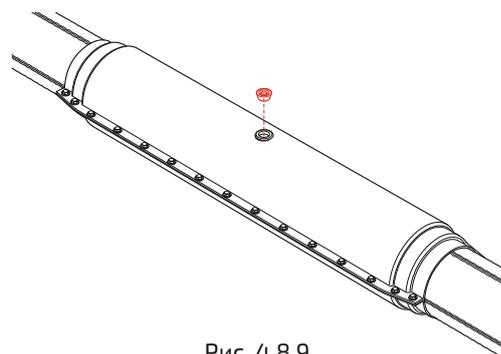

Рис. 4.8.9
9. После завершения процесса пенообразования закрутить герметизирующую пробку (рис. 4.8.9). В зависимости от температуры окружающей среды время пенообразования может изменяться.